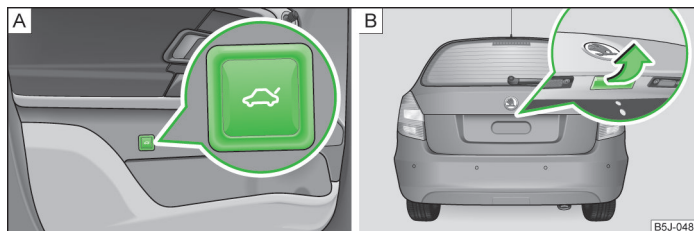

Fig. 18 Ouvrir le capot du coffre à bagages / la poignée du capot
- Appuyez sur la touche de symbole dans la portière du conducteur » fig. 18 - [A] et lever le capot du coffre à bagages dans le sens de la flèche » fig. 18 - [B].
- Appuyez sur la poignée et levez la malle arrière dans le sens de la flèche » fig. 18 - [B].